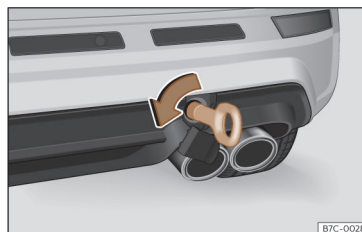

Fig. 187 No lado direito do para-choques traseiro: argola de reboque enroscada.
- Enrosque a argola de reboque no alojamento girando-a ao máximo **no sentido contrário ao dos ponteiros do relógio** >>> **Fig. 187**, >>> ①. Utilize um objeto adequado com o qual possa enroscar completa e firmemente a argola de reboque no seu alojamento.